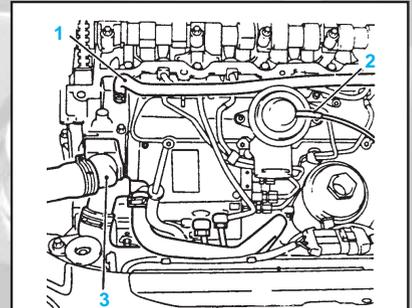

fig. Mot. 95
- Déposer le tuyau de liquide de refroidissement (1) de la culasse et le placer de côté (fig. Mot. 95).
- Retirer le tuyau de dépression (2) de la soupape de recirculation des gaz d'échappement et retirer le tuyau à dépres-